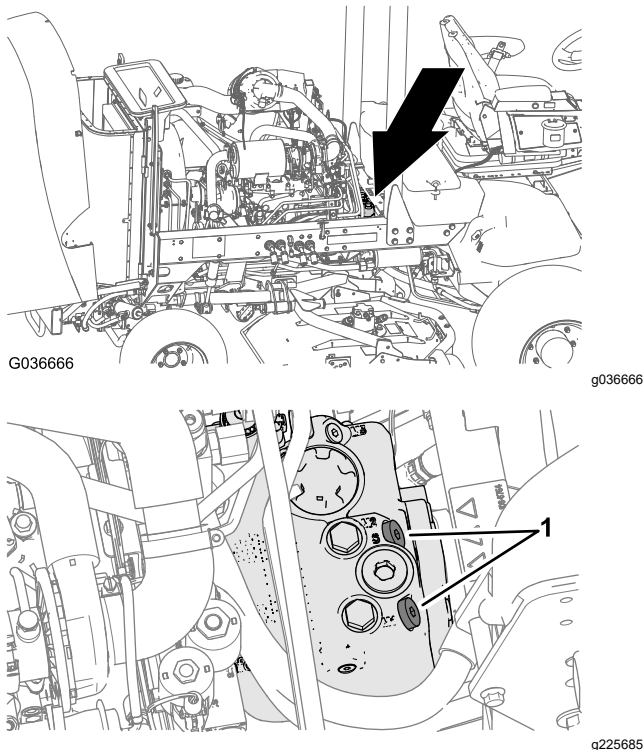

Figura 43
1. Deschideți capota și localizați supapele de siguranță (Figura 43) în partea de sus a pompei, în spațiile bateriei/cutiilor de depozitare.